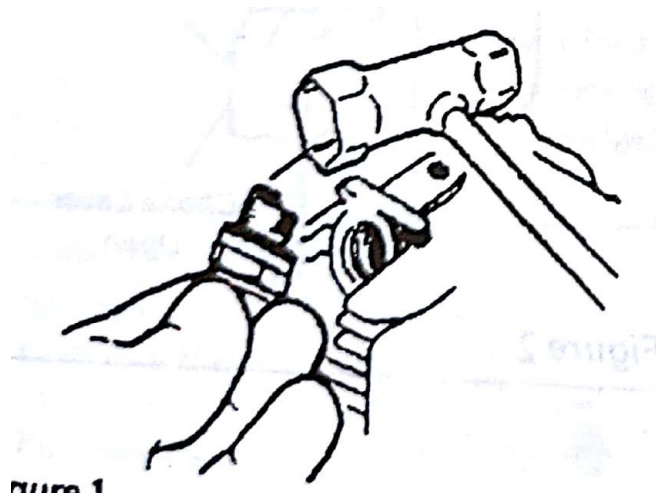

Figura 1
1. Desconecte el cable de la bujía y luego use una llave de bujía para remover la bujía (gire hacia la izquierda para aflojar) Vea Figura 1